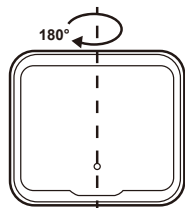

FIG. 2
d. In the same location, rotate the equipment 180° (see the following FIG. 2), then press the **MODE** button, "CAL 2" flashes several times. After the "CAL 2" disappears, the calibration is completed and then the LCD will show the current angle in high-accuracy-display.
D. En el mismo lugar, gire el equipo 180° (vea la siguiente FIG. 2), luego presione el botón **MODE**, "CAL 2" parpadea varias veces. Después de que desaparece "CAL 2", se completa la calibración y luego la pantalla LCD mostrará el ángulo actual en una pantalla de alta precisión.